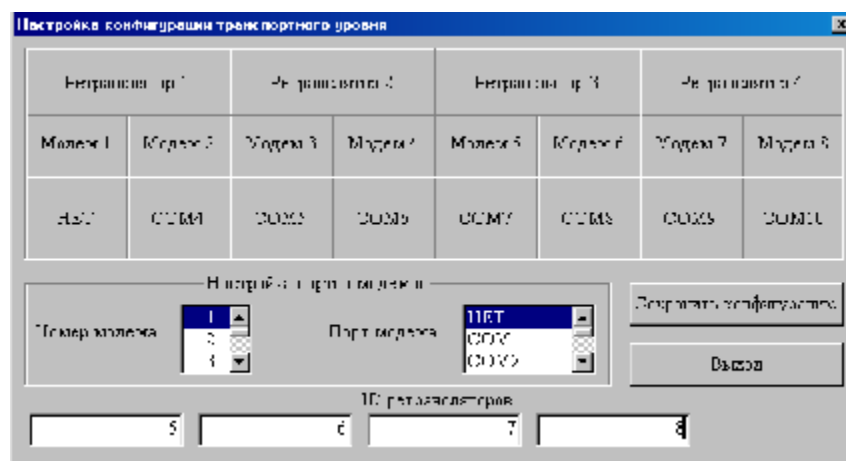

Рис.5
24) Запустить программу Ut_kmdm.exe из директории \\ALICE\COM и настроить номера паролей ретранслятора (номера портов и модемов не трогать, они настраиваются в АРМ ДИ). Если используется до 4-ех ретрансляторов, то данный пункт можно не выполнять (используются настройки разработчика). Если ретрансляторов больше (т.е. будет запускаться несколько СОМ-модулей – по одному на каждые четыре ретранслятора), то необходимо скорректировать соответствующие номера, например для второго СОМ-модуля (ретрансляторы с 5 по 8) картинка будет выглядеть так, (рисунок 5):